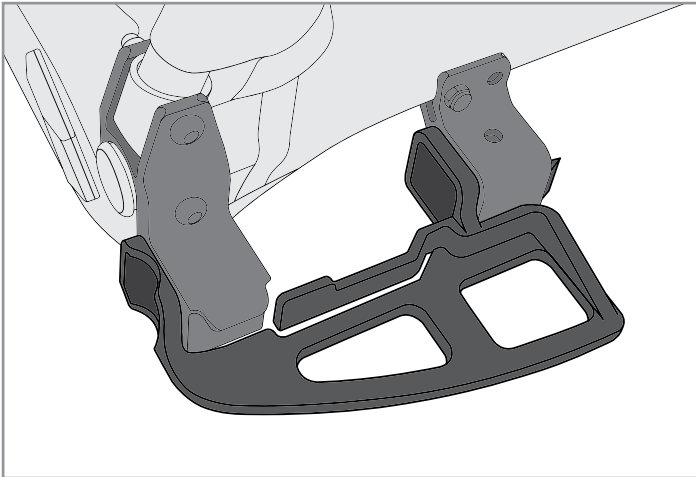

Figure 6
2. Slide the wheel guard into the tow bar receiver until it snaps into place (Figure 6). Lightly bend front tabs inward when inserting.
2. Die Radabdeckung in die Deichselaufnahme einführen und einrasten lassen (Abbildung 6). Leicht zu biegen vorderen Laschen nach innen, wenn einsetzen.
2. Faites glisser le garde-roue dans le récepteur de la barre de remorquage jusqu'à ce qu'il s'enclenche (Figure 6). Légèrement plier les onglets avant vers l'intérieur lorsque insertion .